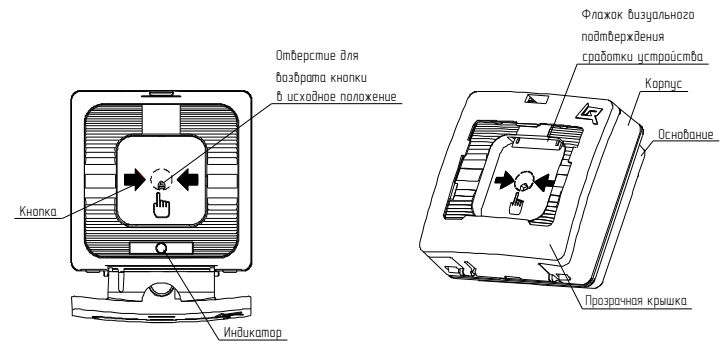

Рисунок 1
- нажатие на приводной элемент (кнопку) (Рисунок 1, раздел 6).
5.1 УДП представляют собой устройства, формирующие сообщение о событии при нажатии на кнопку. При этом формируется сообщение в виде скачкообразного уменьшения сопротивления в ШС до величины не более 500 Ом, сопровождающееся включением оптического индикатора и выпадением цветного флажка (Рисунок 1).
Выпадающий цветной флажок является визуальным подтверждением нажатого состояния кнопки УДП (Рисунок 1). При возврате кнопки в исходное положение флажок занимает начальную позицию.